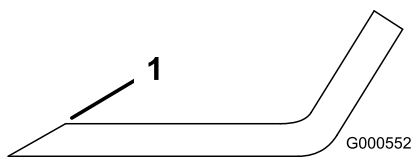

Figura 94
- Utilice una lima para afilar el filo de corte en ambos extremos de la cuchilla (Figura 94).
Nota: Si la cuchilla no está equilibrada, rebaje algo el metal en la parte de la vela solamente con una lima (Figura 94).